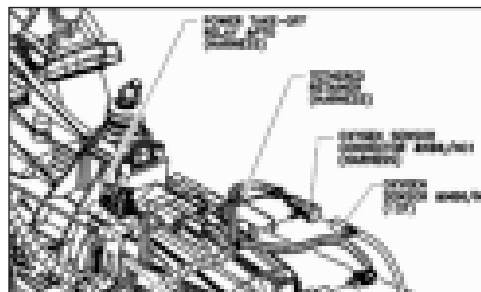

Fig. 17
20. Del lado derecho de la transmisión hay un soporte para el arnés de cableado del sensor de oxígeno (para vehículos de California con motores 8.1 L). Este soporte se encuentra en todos los vehículos y puede interferir con los tubos hidráulicos. Si el vehículo cuenta con un arnés de cableado del sensor de oxígeno, flexione el soporte hacia el centro de la transmisión. Si el vehículo solo tiene el soporte, se lo puede desmontar y apretar el perno a 23 N.m [17 libras-pie]. No aplique sellador al perno (Fig. 17).